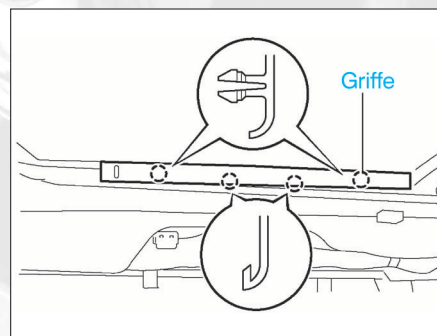

FIG. 81
- Déposer les garnissages latéraux gauche et droit, de toit ouvrant (Fig.81).